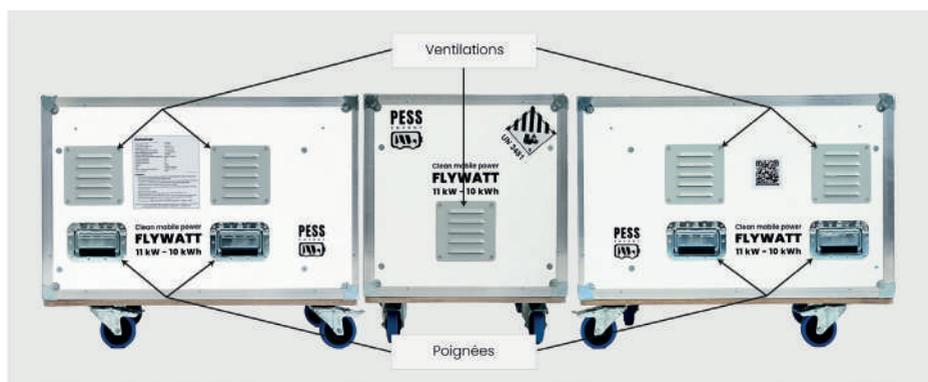

Figure 3 : Zoom sur les écrans situés face arrière de l'appareil
- Assurez-vous que les prises d'air/ventilation (cf. III.3. Figure 3) de l'appareil ne sont pas obstruées.
- Le levage se fait uniquement à l'aide de 4 personnes en utilisant les poignées prévues à cet effet (cf. III.3. Figure 3) ou en utilisant un transpalette lorsque l'appareil est positionné sur une palette.